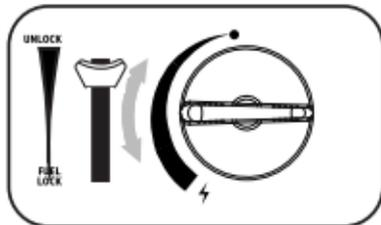

Fig. 11
1. Posizionare il regolatore rotante (17) sul segno OFF. (16).
3. Una volta spenta la fiamma, premere la leva blocca bomboletta (20) verso l'alto nella posizione UNLOCK (14). (Fig. 11)